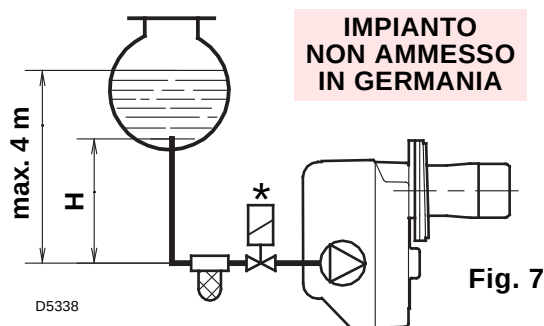
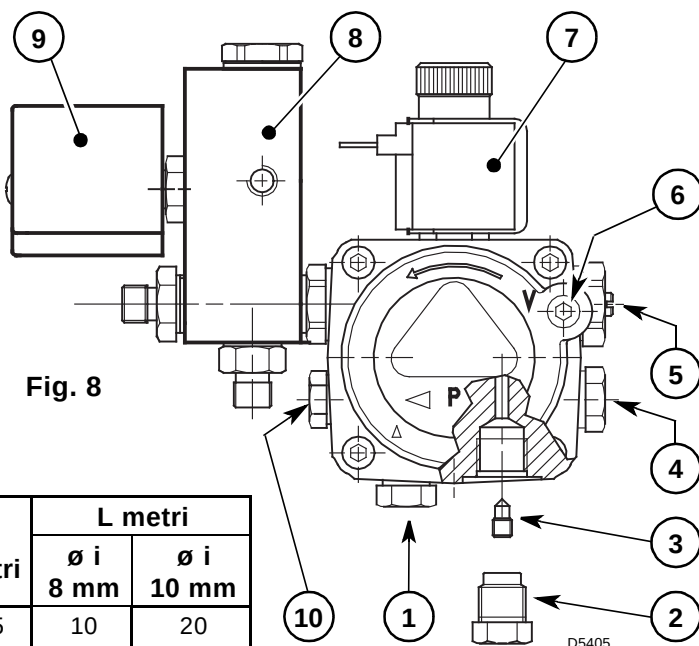

Fig. 7
Fig. 8
- 2 La pompa è predisposta per funzionamento bitubo. Per il funzionamento monotubo è necessario svitare il dado di ritorno (2), togliere la vite di by-pass (3) e quindi riavvitare il dado (2), (vedi fig. 8).
Nell'impianto di fig. 7 è sufficiente allentare l'attacco del vacuometro (6, fig. 8) ed attendere la fuoriuscita del combustibile.